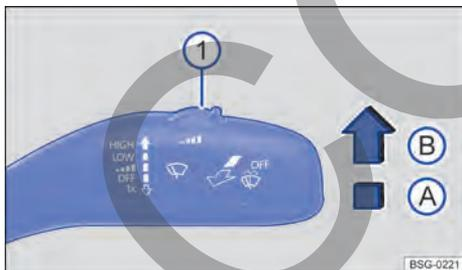

Fig. 79 En el lado derecho de la columna de dirección: palanca del limpiaparabrisas.
Presione la palanca hasta la posición deseada → Fig. 79:
La sensibilidad del sensor de lluvia y de luz puede ajustarse manualmente con el mando situado en la palanca del limpiaparabrisas → Fig. 79 (1) → ▲.